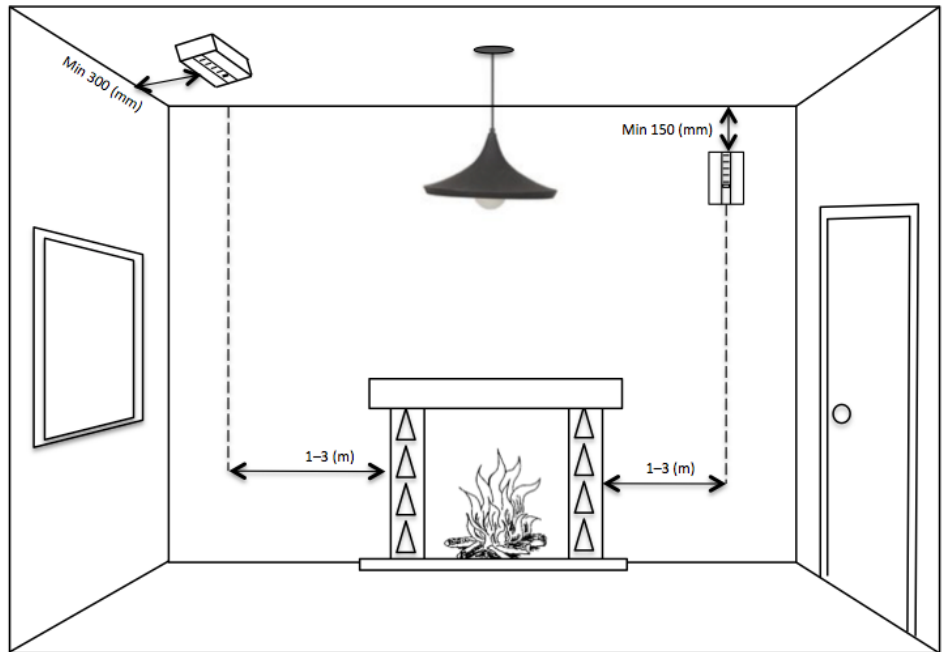

Abbildung 1: Räume mit Kamin, Brenner, etc.
- Wenn der Melder an die Wand geschraubt wird, sollte er am Besten höher als der höchste Punkt der Türen und Fenster im Raum sein. Er muss jedoch mindestens auf einer Höhe von 1,50 m (siehe Abbildung 1) montiert werden.